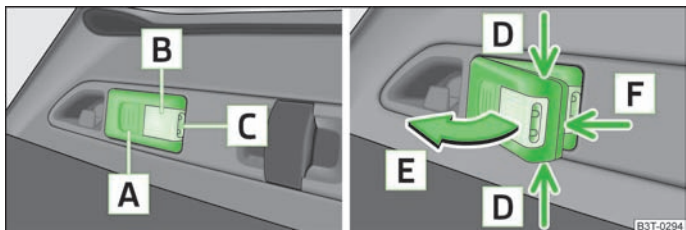

Fig. 44 Lampa cu posibilitate de demontare
- Iluminarea portbagajului - luminează partea [B] » fig. 44 (lampa se află în suport),
- Apucați lampa de locurile marcate cu săgeți [D] » fig. 44 și scoateți-o în sensul săgeții [E].
- Dacă nu stingeți lampa și o așezați corect în suport, lămpile din partea din față [C] » fig. 44 se sting automat.
- Ridicați capacul acumulatorilor cu un obiect subțire, ascuțit, în locul clipsului de fixare [F] » fig. 44.